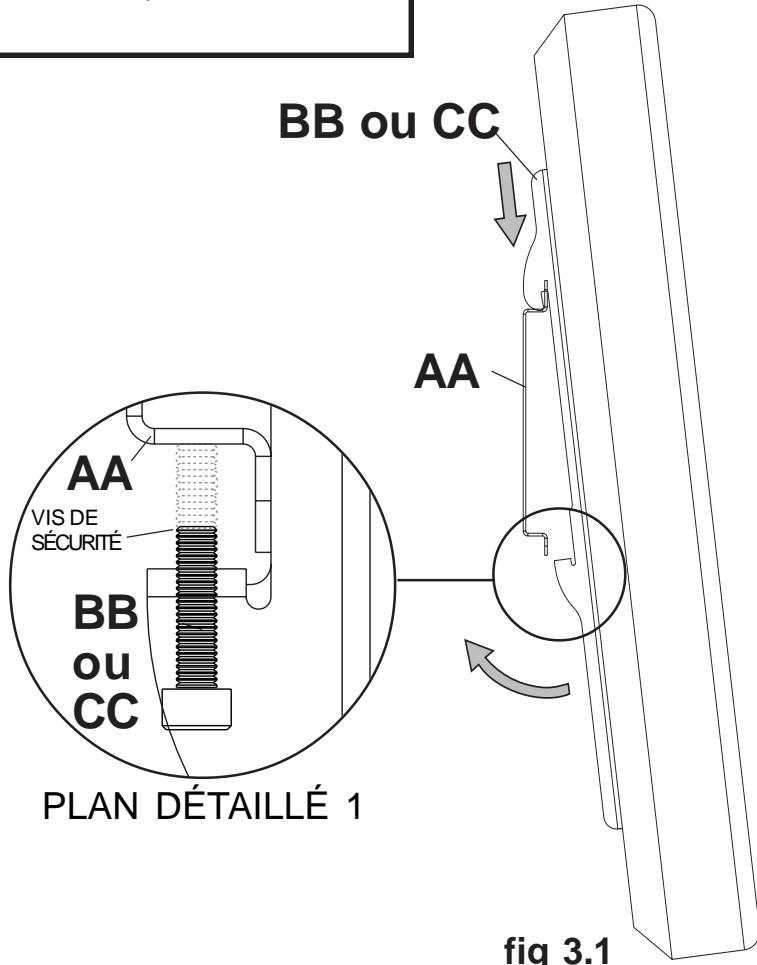

fig 3.1
- 3 Accrochez les supports adaptateurs (**BB ou CC**) sur la plaque murale (**AA**). Ensuite, faites pivoter lentement l'écran vers l'intérieur, comme illustré. À l'aide de la clé hexagonale (**FF**), tournez les vis de sécurité dans le sens horaire au moins six fois pour empêcher l'écran de se détacher, comme illustré sur le plan détaillé 1 de la figure 3.1.